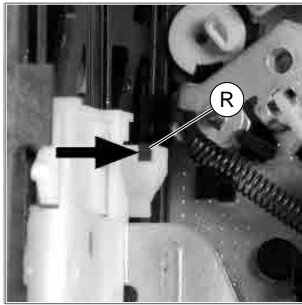
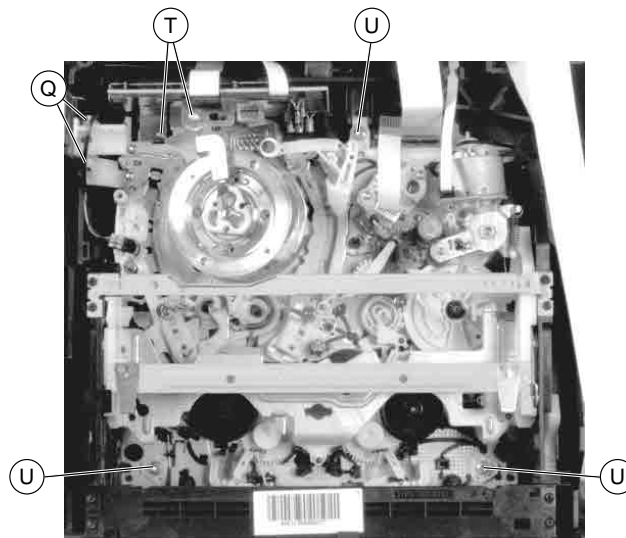

Fig. 8
Fig. 10
- Schrauben (T) herausdrehen, Steckverbindungen lösen und Kopfverstärkerplatte nach oben herausziehen (Fig. 10).
- Rasthaken (Q) (Fig. 10) lösen, Laufwerkshalter herausnehmen.
- Arretierungen (R) (Fig. 8) und (S) (Fig. 9) des Cassettenschachtes lösen und diesen dabei so weit nach innen schieben, bis die Schrauben (U) (Fig. 10) zugänglich sind.
- Schrauben (U) herausdrehen (Fig. 10) und gegebenenfalls Steckverbindungen zur Elektronik lösen.
- Undo the screws (T), unplug the connectors and raise the Head Amplifier Board to remove it (Fig. 10).
- Release the locking catch (Q) (Fig. 10) and remove the tape deck holder.
- Release the locks (R) (Fig. 8) and (S) (Fig. 9) of the cassette compartment and move it inwards to gain access to the screws (U) (Fig. 10).
- Undo the screws (U) (Fig. 10) and unplug the connectors to the electronics if necessary.